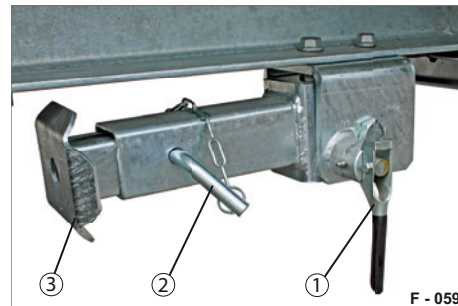

Abb. 43 Fahrstellung
- ▶ Prüfen Sie vor Fahrtantritt, dass beide Klappstützen sich in Fahrstellung befinden (siehe Abb. 43).